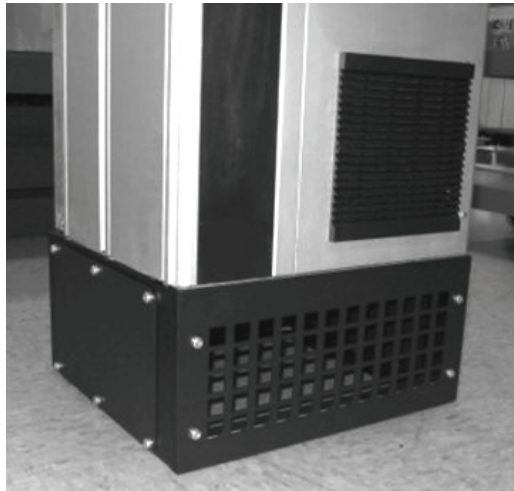

Fig. 9 CUE sur socle
3. Monter le CUE sur le socle, à l'aide des vis jointes. Voir fig. 9.